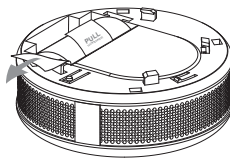

Fig. 3
3. Retirez la bande de papier protégeant la batterie (Fig. 3).